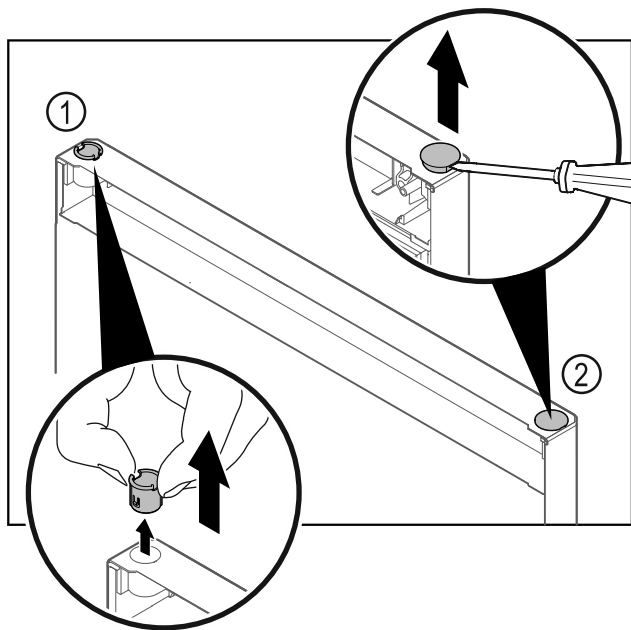

Fig. 28
- ▶ Retirer la bague Fig. 28 (1) avec les doigts.
- ▶ Soulever délicatement le bouchon Fig. 28 (2) avec un tournevis plat et le retirer.